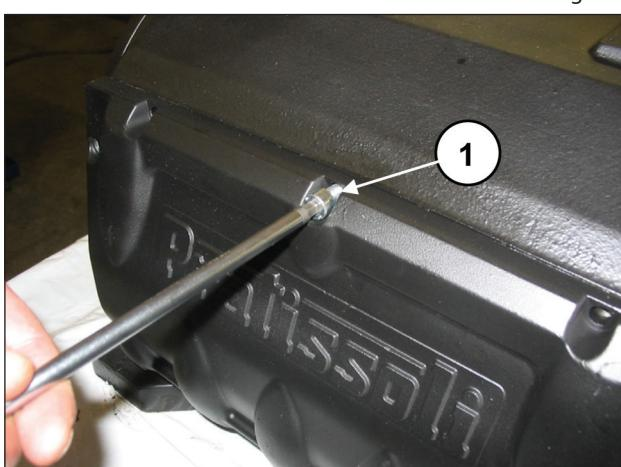

Fig. 85
Introducir la junta tórica en la tapa trasera (pos. ①, Fig. 84) y fijarla al cárter con 10 tornillos M8x18 (pos. ①, Fig. 85). Ajustar los tornillos con la llave dinamométrica como se indica en el capítulo 3.